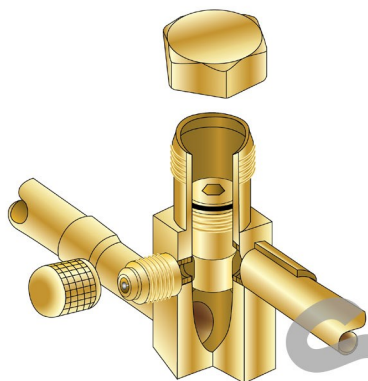

Figura 6-13: Válvula de Servicio de Dos Posiciones en el Asiento Delantero
2. Asiento Delantero es cuando el vástago de la válvula se gira en el sentido de las agujas del reloj hasta el fondo. El vástago de la válvula se sella contra el asiento y la válvula cierra la vía inferior de la unidad exterior desde el juego de línea y el puerto. El juego de líneas y el puerto de servicio permanecen conectados. (Ver Figura 6-13).